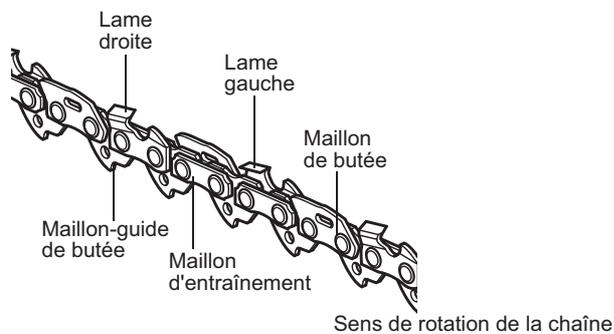

Fig. 45
- > La profondeur de coupe se définit par la différence de hauteur entre les dents et la rainure. Lors de l'affûtage de la chaîne [25] prenez note des points suivants. (Fig. 45)